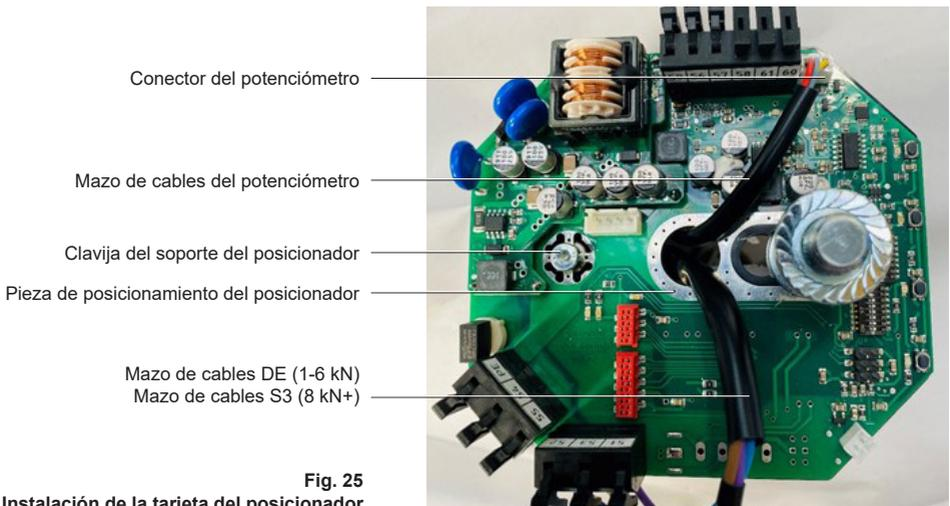

Fig. 25
- 1-6 kN: Conecte el enchufe del potenciómetro en el conector del potenciómetro situado en la tarjeta del posicionador consultado la Fig. 25 "Instalación de la tarjeta del posicionador (1-6 kN)" para obtener información sobre el producto. El mazo de cables del potenciómetro debería introducirse por el centro de la tarjeta del posicionador tal y como se muestra
- 1-6 kN: Conecte el mazo de cables DE (la información se muestra en la Fig 25) tal y como se indica en la Fig. 26 "Esquema de terminales para la instalación del posicionador (1-6 kN)"
- 8 kN+: Conecte los núcleos del mazo de cables del potenciómetro al carril de terminales principal (Fig. 27) y conecte el enchufe del potenciómetro al conector del potenciómetro en la tarjeta del posicionador consultando la Fig. 25 "Instalación de la tarjeta del posicionador" para obtener información sobre el producto. El mazo de cables del potenciómetro debería introducirse por el centro de la tarjeta del posicionador tal y como se muestra